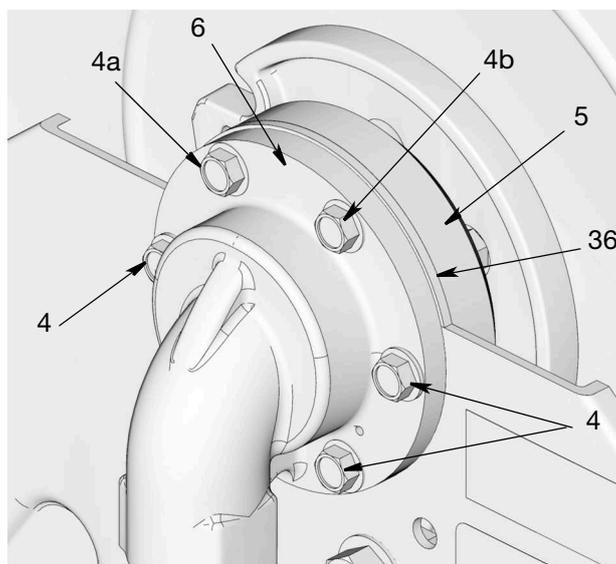

ABB. 24
9. Die 2 oberen Schrauben durch Rahmen und Einlass (6) einbauen, wie dargestellt in ABB. 24. Schrauben nur so festziehen, dass alle Teile in ihrer Position gehalten werden.
10. Dann verbleibende Schrauben (4) installieren. Handfest festziehen und dann alle Schrauben auf 33,9 bis 47,45 N•m (25 bis 35 ft-lb) festziehen.